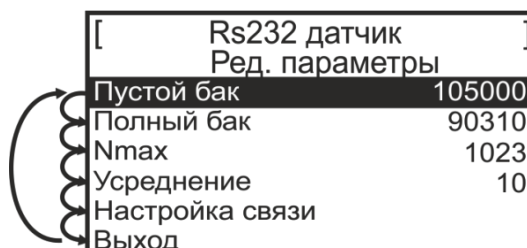

Рис. 2.3 – Переключение пунктов меню
**Переключение пунктов меню** производится коротким нажатием кнопки (см рис. 2.3).